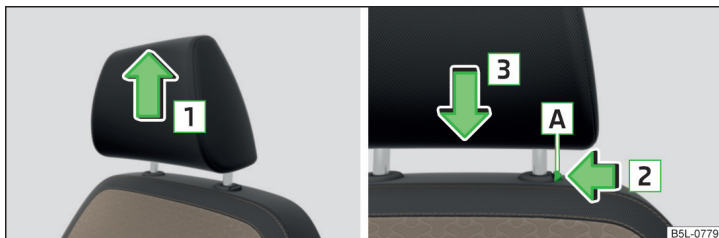

Fig. 67 Réglage de la hauteur de l'appuie-tête
- Saisissez les appuie-têtes et **tirez-les vers le haut** dans le sens de la flèche **1** » fig. 67.